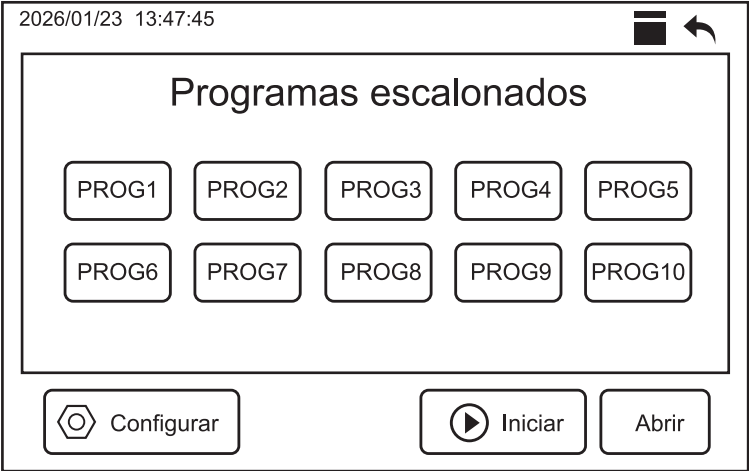
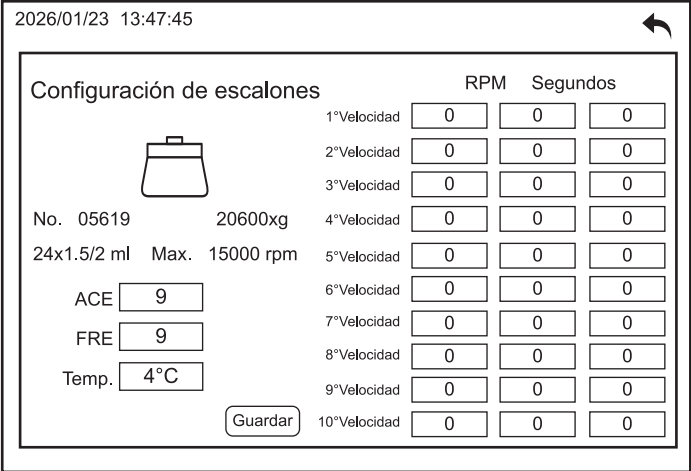

Figura 15.
Figura 16.
b) Después, pulse en el botón “**Modo escalonado**” para abrir la ventana de edición (Figura 15). Esto permite editar parámetros específicos de la operación para personalizar el proceso, creando así, un **protocolo de centrifugación multifase**, donde cada fase tiene ajustes diferentes de velocidad y tiempo (Figura 16).